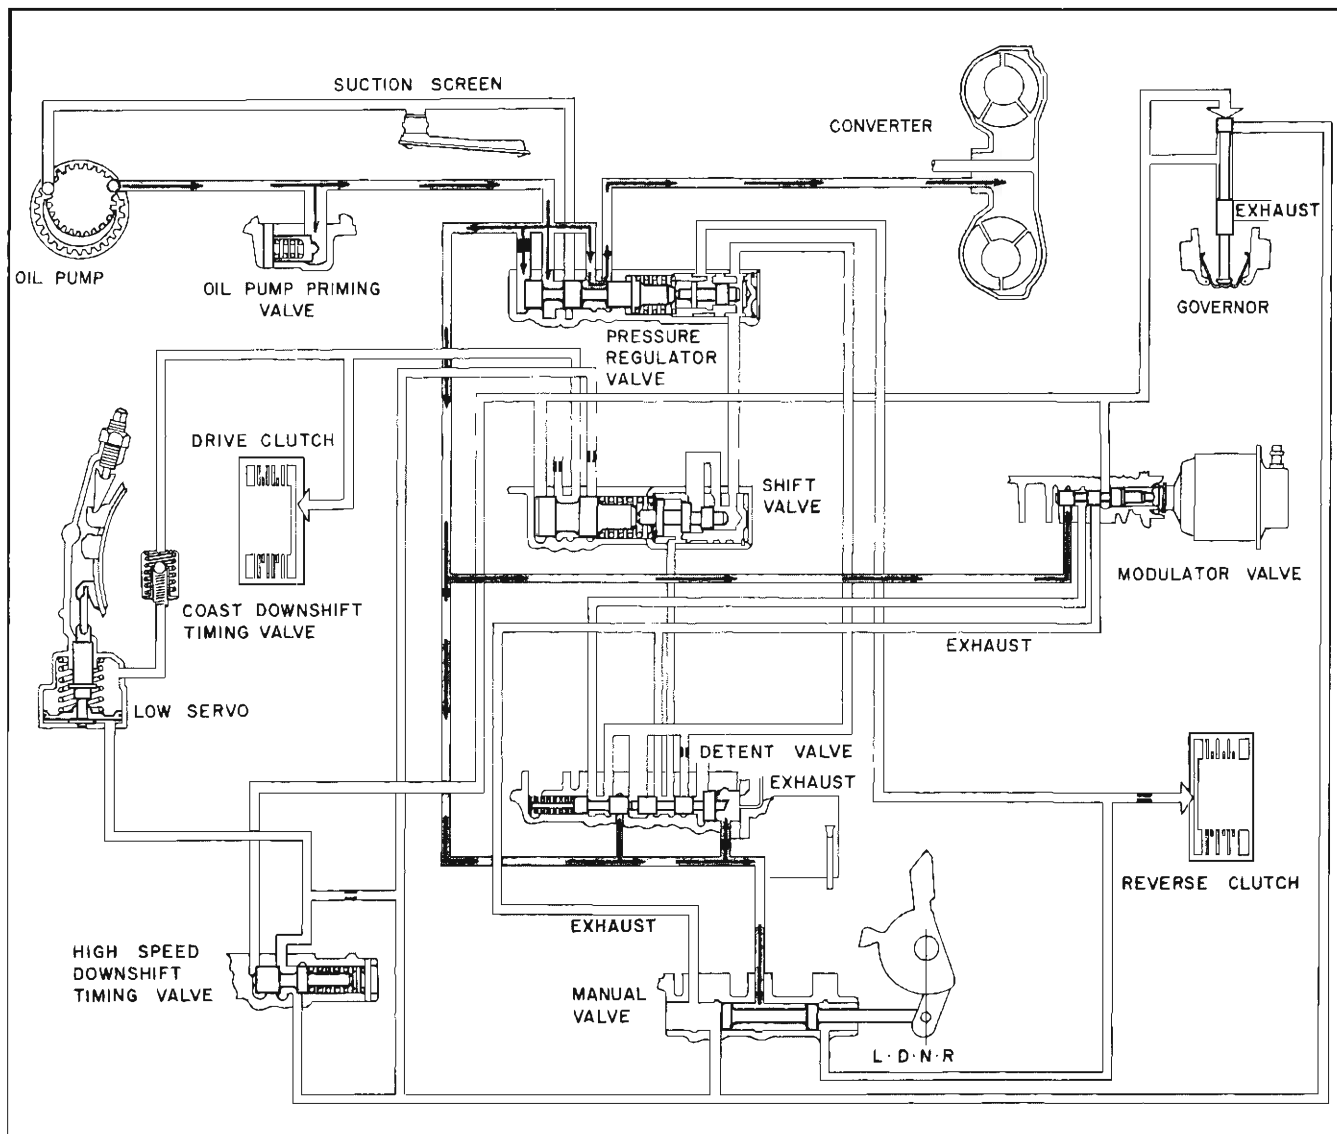

Fig. 7A-6 Oil Circuits—Neutral
**HYDRAULIC OPERATION—NEUTRAL (FIG. 7A-6)**